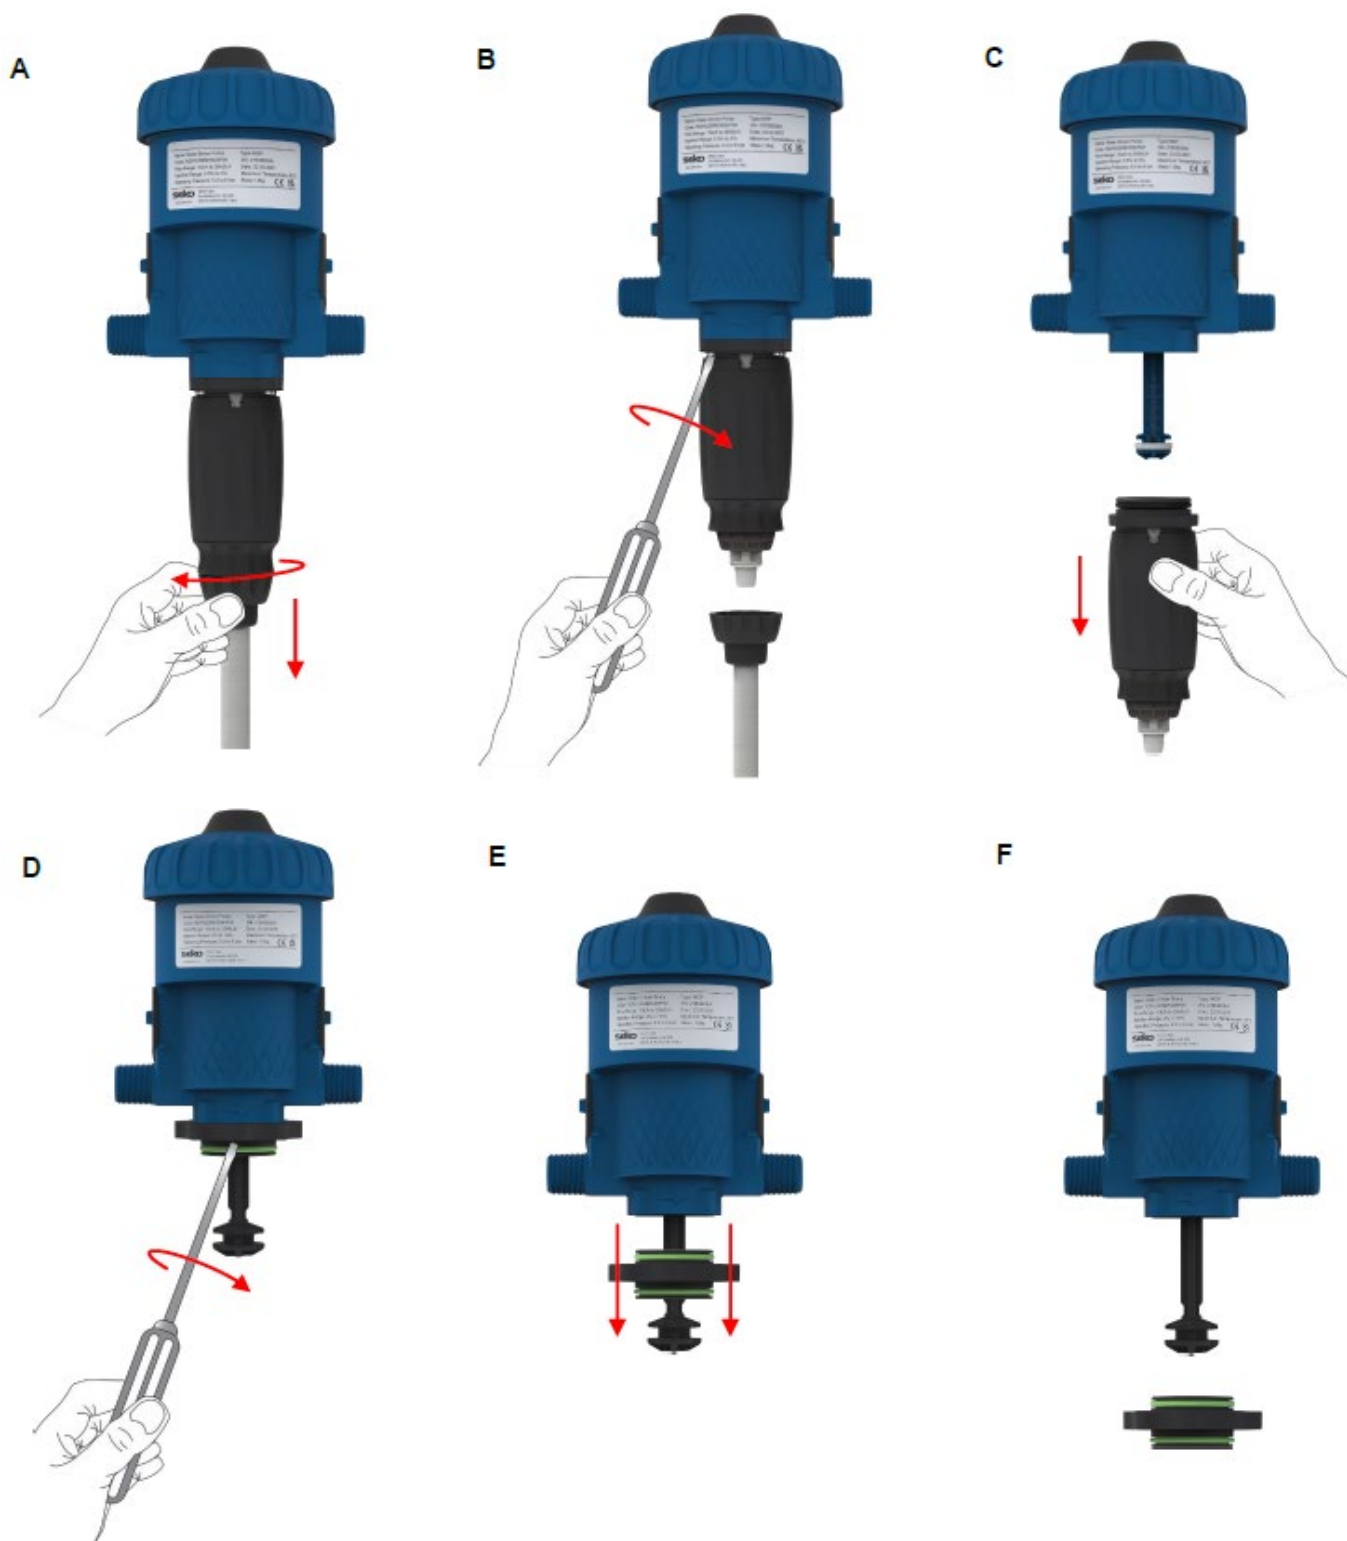

Рис. 18
- Отсоединить всасывающий шланг (Рис. 18 А).
- Отвинтить дозирующий узел вручную или с помощью длинной крестообразной отвертки в зависимости от модели (Рис. 18 В).
- Извлечь дозирующий узел, потянув его вниз (Рис. 18 С).
- **Только для модели WDPD25RE100\*\*** • Открутить соединительную трубку с помощью длинной крестообразной отвертки (Рис. 18 D), затем потянуть вниз и отсоединить ее (Рис. 18 E-F).